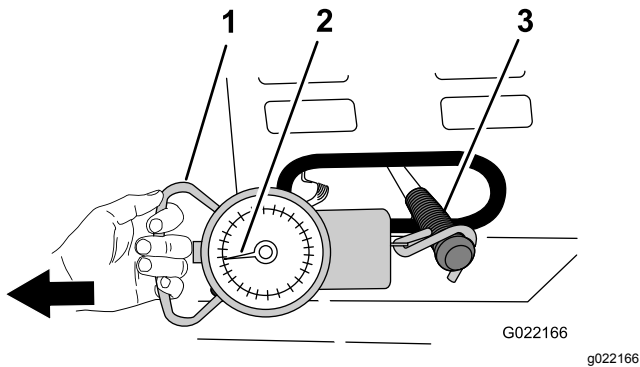

Figura 65
- D. Conecte una balanza de muelle con rango de 15–30 kg (35–55 libras) a la empuñadura de la palanca del embrague (Figura 65).
- E. Usando la balanza de muelle, tire de la palanca del embrague a la posición de ENGRANADO, según se muestra en Figura 65.
- F. Observe la balanza de muelle mientras tira para ver la presión más alta alcanzada al pasar la palanca del embrague de la posición de DESENGRANADO a la posición de ENGRANADO (Figura 65).